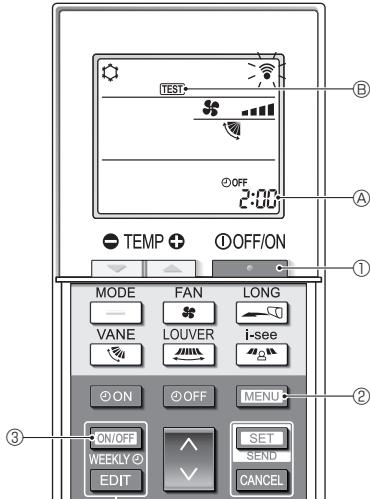

Fig. 7-5
7.2.2. Med trådløs fjernbetjening (Fig. 7-5)
■ Testkørsel (Fig. 7-5)
- Tryk på -knappen ① for at stoppe klimaanlægget.
- Hvis ugetimeren er aktiveret (er slæt til), skal du trykke på -knappen ③ for at deaktivere den (er slæt fra).
- Tryk på -knappen ② i 5 sekunder.
- Tryk på -knappen ②.
- ② tændes, og enheden skifter til testkørselstilstand.